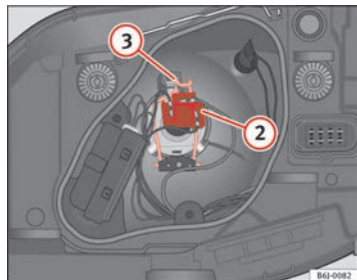

Fig. 143 Anabbagliante e abbagliante faro singolo
- Estrarre il connettore ⇒ fig. 143 (2) della lampada.
- Sganciare la molla di ritegno ⇒ fig. 143 (3) premendo verso l'interno e a destra.